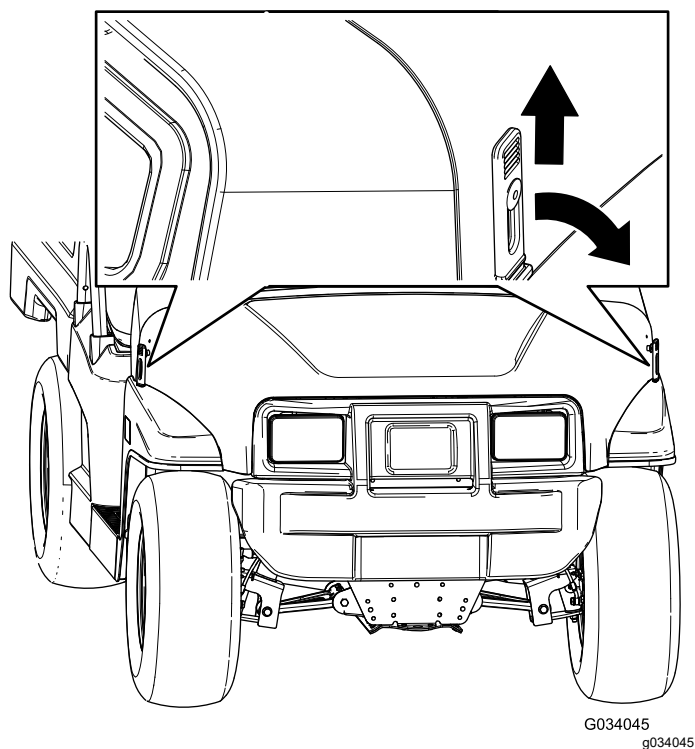

Figura 25
1. Tire hacia arriba de los enganches de goma de cada lado del capó (Figura 25).
2. Sujete el capó alineando los cierres de goma con los anclajes situados en cada lado del capó (Figura 25).